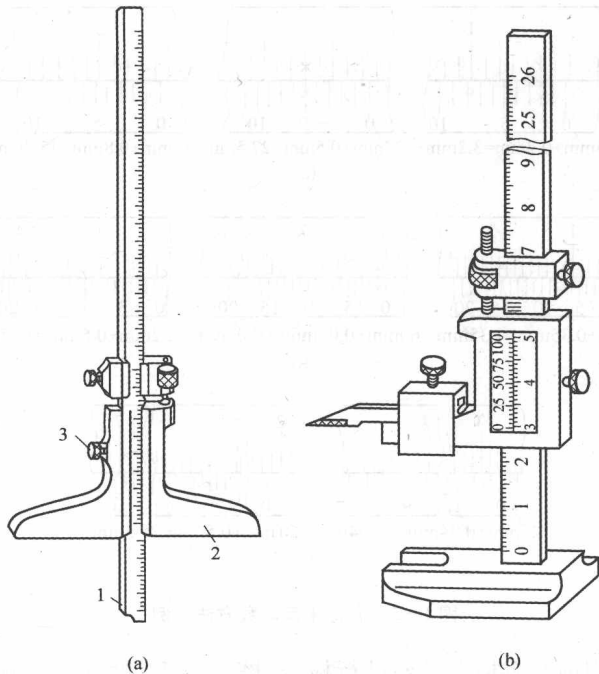

图 1-2 深度游标卡尺和游标高度尺
② 深度游标卡尺和游标高度尺的结构如图 1-2 所示。游标高度尺通常与百分表配合使用,由于底座比较稳定,在测量平板上可以用于测量工件的平行度、对称度、垂直度等,也可以测量工件的长度尺寸。
③ 用游标卡尺测量工件时,读数分三个步骤: